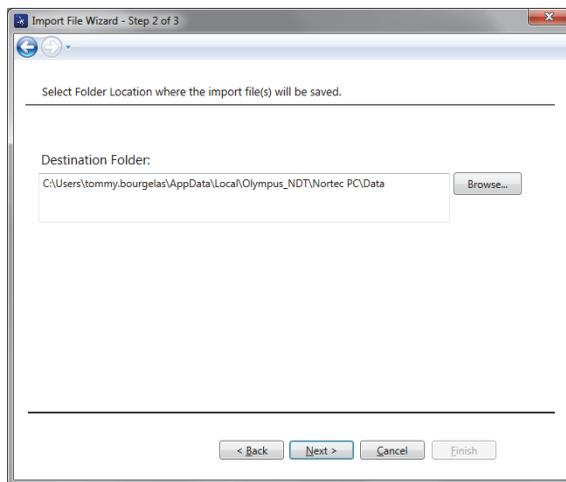

图 6-2 导入文件向导的文件夹选择步骤
2. 使用 **Browse**（浏览）按钮，选择要保存导入文件的文件夹位置，然后单击 **Next**（下一步）（参见第 286 页的图 6-2）。